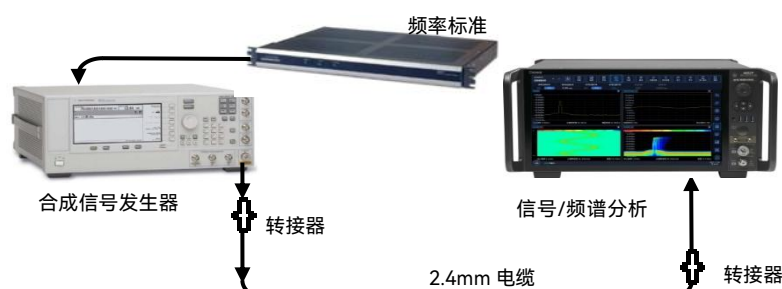

图 7.3 射频输入 1 频率参考测试示意
- 1) 按照图 7.3 连接频率标准输出至信号发生器的 10MHz IN, 由外部频率标准为合成信号发生器提供参考频率。将连接合成信号发生器的射频输出至 4082 的射频输入端口 1 (如没有频率标准, 可用具有高稳定频率参考的频率计代替);